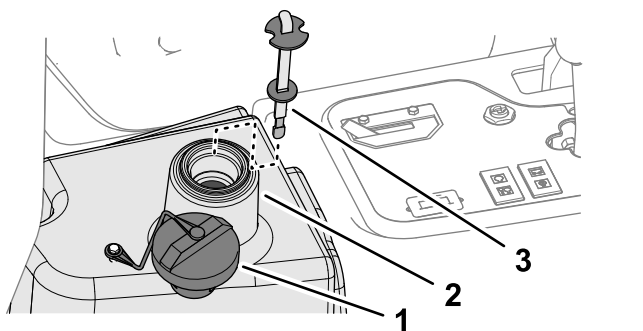

Рисунок 95
4. Залейте в гидравлический бак (Рисунок 95) приблизительно 22,7 литра гидравлической жидкости; см. раздел Характеристики гидравлической жидкости (страница 69).